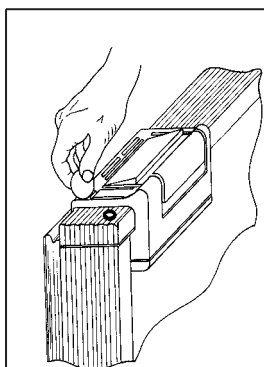

Fig. 1
- Lasciare sempre socchiuso lo sportello/il coperchio per consentire l'aerazione di frigoriferi e box refrigerati qualora non vengano utilizzati per periodi più o meno lunghi. (Vedere fig. 1 e 2).
Vedere fig. 1 e 2.